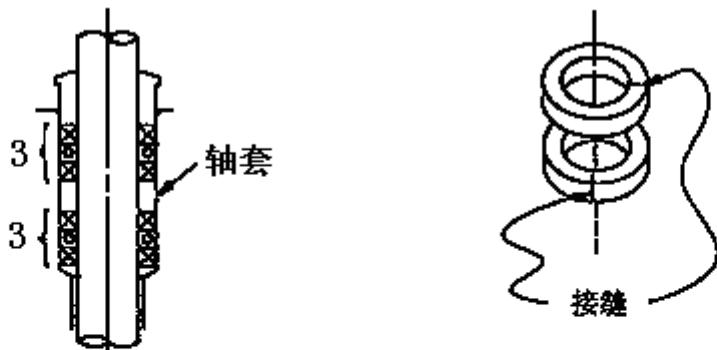

图 10-10
- 请按图 10-10 所示顺序安装填料，并装好填料压盖、填料压板
将矩形截面的成型填料装入时，请按图 10-10 所示，每一环的接缝部位均错开 90° 安装。